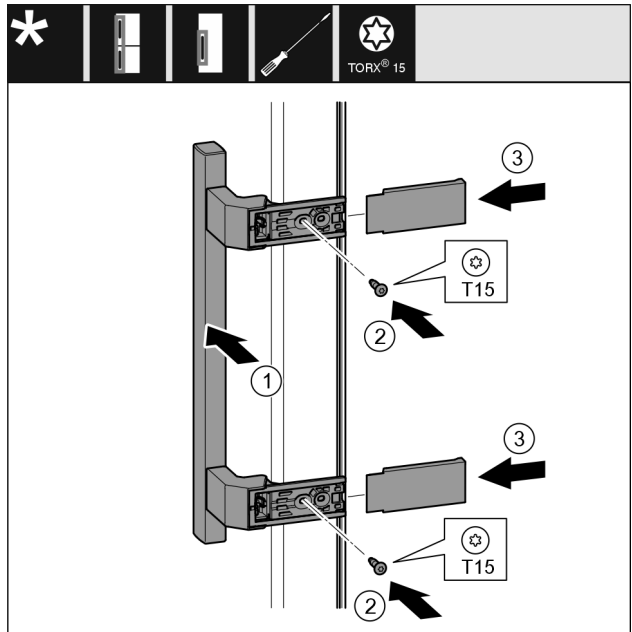

Fig. 19
- Applicare la maniglia Fig. 19 (1) sul lato opposto.
- Stringere le viti Fig. 19 (2) con un cacciavite.
- Applicare le coperture Fig. 19 (3) lateralmente e spingerle in sede.